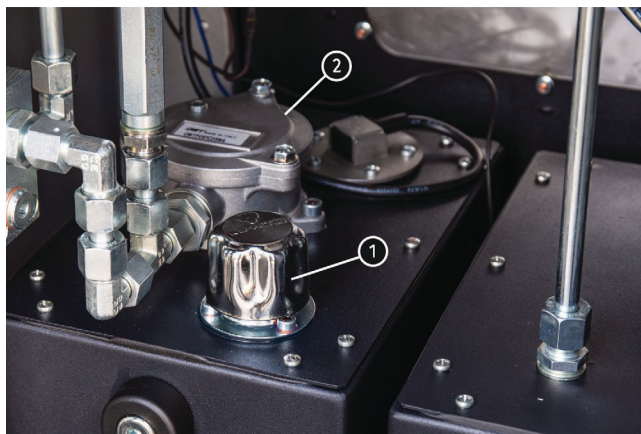

Рисунок 4. Заливная горловина 1 и фильтр 2
- 1) Залить новое масло ATF. Откройте заднюю панель стенда с помощью ключа и залейте в бак масло ATF через заливную горловину (рис. 4).